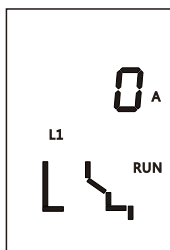

图53 L1相电流显示界面
7.5.6.5.1 缺省状态：缺省状态即为测量状态，故障指示灯都灭，控制器处在无按键操作，显示最大电流。在缺省状态若按“▲”或“▼”键，循环显示L1、L2、L3、(LN)、Lg电流值。示例图见图53